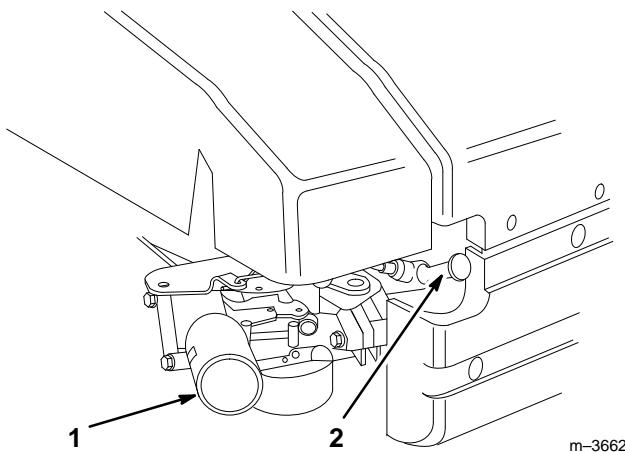

Abbildung 11
1. Das Zündkabel auf die Zündkerze drücken (Abb. 11).
4. Die Kaltstarthilfe drei (3) Mal betätigen (Abb. 11). **Zwischen den Betätigungen ca. zwei (2) Sekunden warten.**
- Den Motor abstellen und warten, bis alle Teile stillstehen. Das Kabel von der Zündkerze abziehen (Abb. 11).
1. Motor abstellen und das Kabel von der Zündkerze abziehen (Abb. 11).
- Den Motor stoppen und warten, bis er sich abgekühlt hat. Das Kabel von der Zündkerze abziehen (Abb. 11).